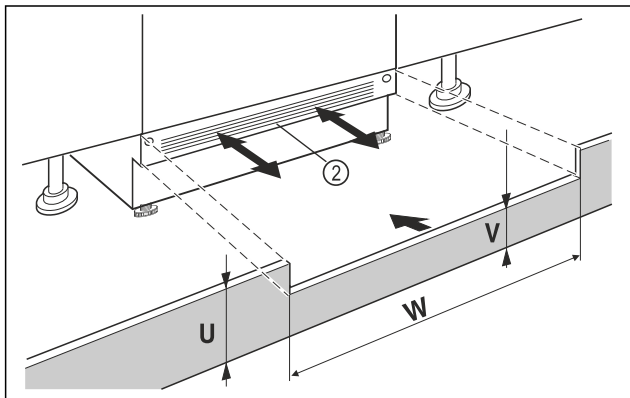

Fig. 11 Esimerkkikuva
- Aseta laitesokkelireunus Fig. 11 (2) paikoilleen, mutta älä kiinnitä sitä vielä.
- Jos sokkelireunus on näkyvässä Fig. 11 (2), vedä se niin pitkälle eteenpäin, että tuuletusristikon ja kalustesokkelireunuksen etureuna muodostavat tason.
- Jos sokkelireunus on piilotettu Fig. 11 (2), työnnä se täysin taakse.
- Varmista, että tuuletusraot ovat täysin vapaina: Leikkaa tarvittaessa pois kalustesokkelireunuksen Fig. 11 (U) korkeudesta!
- Sovita syvennyksen leveydeltä Fig. 11 (W) reunakorkeus Fig. 11 (V) laitesokkelireunuksen alla Fig. 11 (2).